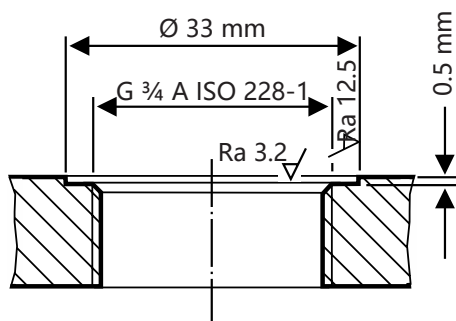
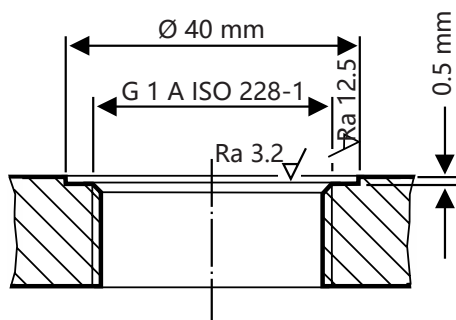

图 14
图 15
- 确保正确处理相应储罐螺纹管接头或法兰盖的密封面，参见图 14 和图 15。
必须根据 图 14 和 图 15 正确处理密封面。